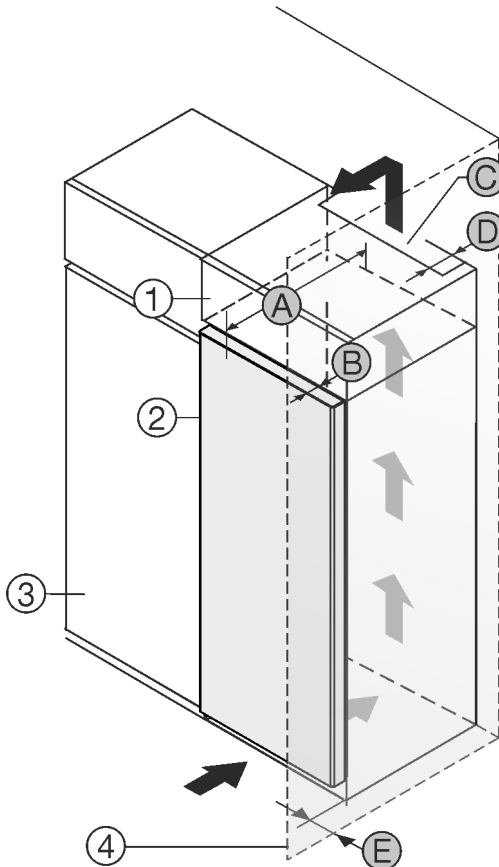

Fig. 1
- (2) Уред *
- (3) Кухненски шкаф *
- (4) Стена *
- (A) Дълбочина на уреда *
- (C) Вентилационно напречно сечение *
- (D) Разстояние до гърба на уреда *
- (E) Разстояние до страната на уреда *
Можете да поставите уреда непосредствено до кухненския шкаф Fig. 1 (3)*.
От задната страна на шкафа-пристройка трябва да има вентилационен отвор с дълбочина Fig. 1 (D) по цялата ширина на шкафа-пристройка.*
Под тавана на помещението трябва да е спазено сечението за вентилация Fig. 1 (C)*.
Когато уредът се поставя с пантите до стена Fig. 1 (4), разстоянието между уреда и стената трябва да е поне 13 mm.*
Когато уредът се поставя с пантите до стена Fig. 1 (4), разстоянието между уреда и стената трябва да е поне 20 mm.*
За да можете да отваряте вратата изцяло, уредът трябва да е издаден с дълбочината на вратата Fig. 1 (B) спрямо челото на кухненския шкаф. В зависимост от дълбочината на кухненските шкафове Fig. 1 (3) и използването на детайли за отстояние от стената, уредът може да излезе още по-напред.*